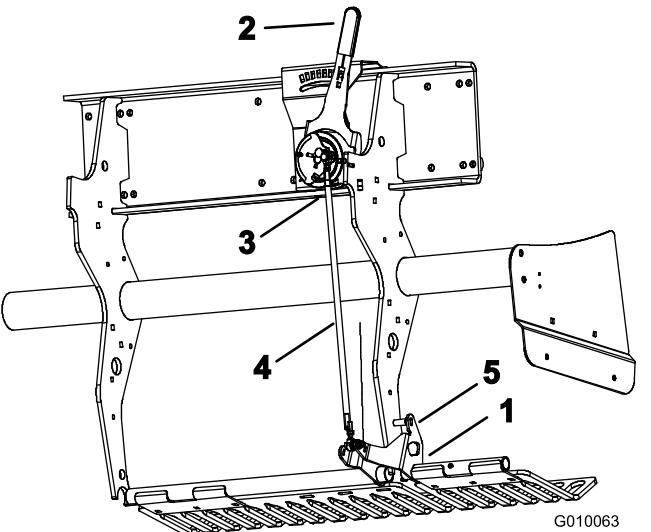

Bild 58
2. Drehen Sie die Befestigungshalterung der linken Rasenschutzworrichtung (Bild 58) nach oben, bis ein Arretierbolzen (5/16-Drehstange oder -Schraube) zwischen die Halterung und dem am Rahmen angeschweißten Tiefeneinstellungsrohr eingesetzt werden kann.
3. Schieben Sie den Tine-Tiefenhebel (Bild 58) auf die H-Stellung (tiefste Einstellung).
4. Schließen Sie den Außenkugelschalter (Bild 58) vom Kabelbaum ab (Schalter für das Absenken des Kopfes).
5. Lösen Sie die Klemmmuttern (linke und rechte Seite) an der Spurstange für die Tiefeneinstellung (Bild 58).